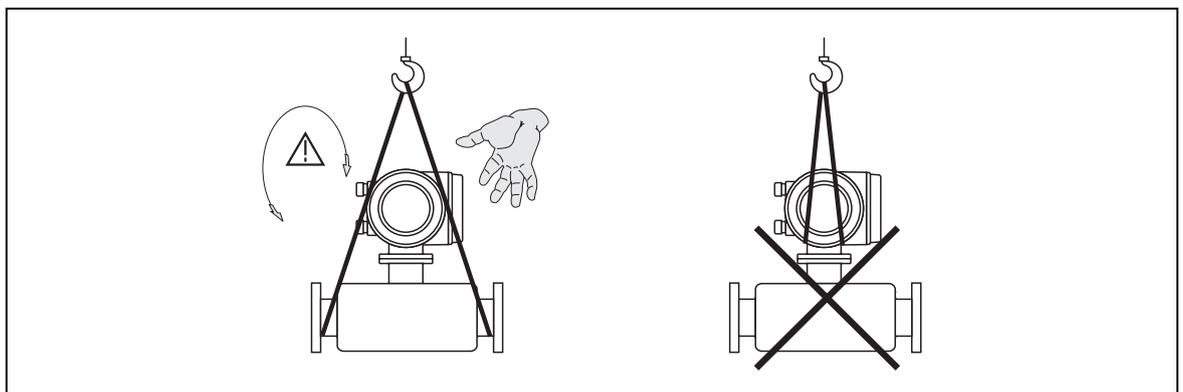

Рис. 5: Транспортировка преобразователя с  $> DN 40$  ( $> 1\frac{1}{2}$ " )
- При дистанционном варианте исполнения (Рис. 5) запрещается поднимать измерительные приборы с условным диаметром  $> DN 40$  ( $> 1\frac{1}{2}$ " ) за корпус преобразователя или соединительный корпус. Используйте ленточные стропы с захватом обоих технологических соединителей. Запрещается применять цепи, т. к. они могут повредить корпус.
Однако предложенная на Рис. 5 компоновка допускает монтаж на открытом ниспадающем участке трубы. Использование трубопроводных дросселей или измерительной диафрагмы меньшего поперечного сечения, чем условный диаметр, предотвращает потерю жидкости в сенсорном датчике во время выполнения измерений.